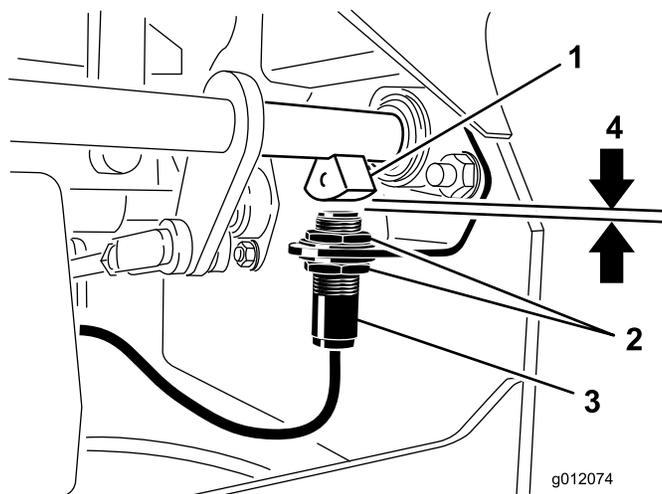

Figura 53
4. Desloque o interruptor para cima ou para baixo no suporte até que a distância entre o sensor do travão e o êmbolo do interruptor seja de 3,9 mm (Figura 53).